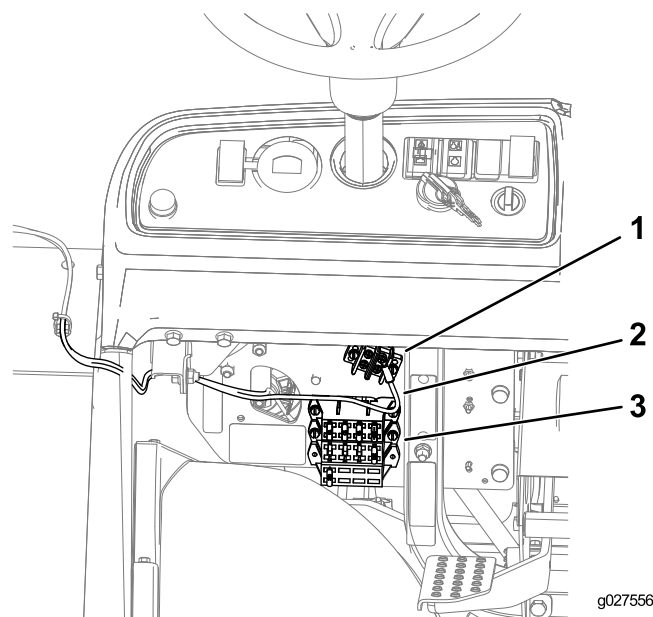

Bild 12
2. **Maschinen des Typs Workman MD, MDX, MDXD:** Schließen Sie den Kabelschuh am Kabelbaum am Erdungsblock an und stecken Sie den Sicherungsblockstecker in einen verfügbaren Sicherungsblockanschluss (Bild 12).